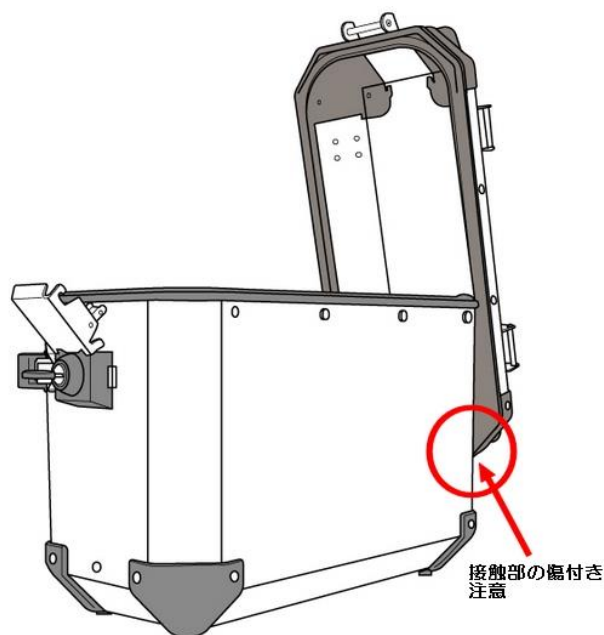

図 B2
3. 蓋に設けられたグリップバー（2箇所）を両手でしっかりと持ち、トップケースや車体に接触しないよう十分注意しながら蓋（キーシリンダー側）を車体外側真横方向にスライドさせ、接触回避できる位置まできたら蓋全体を動かし、ボトム側ヒンジ部面に軽くあてがうように蓋を配置します。（図 B2 参照）